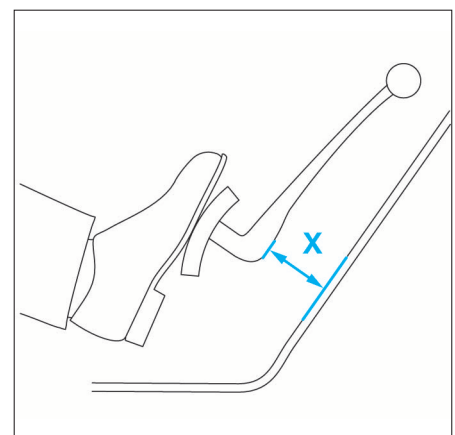

FIG. 10
- Vérifier qu'un début de friction du mécanisme d'embrayage apparaît à une côte (X) supérieure ou égale à 45 mm (la côte X est donnée à titre indicatif) (Fig.10).